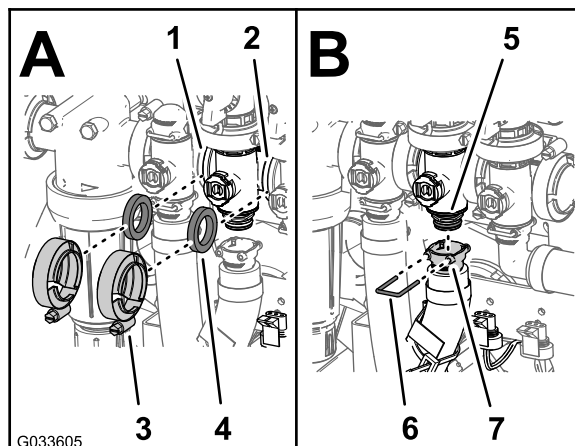

Figura 128
una brida de fijación y apriete a mano (Figura 128).
3. Alinee una junta entre las bridas del distribuidor de la válvula de control de caudal y el distribuidor de la válvula de agitación (Figura 128 A).
4. Monte la válvula de control de caudal, la junta y el distribuidor de la válvula de agitación con una brida de fijación y apriete a mano (Figura 128 A).
5. Alinee una junta entre las bridas del distribuidor de la válvula de agitación y la válvula maestra (Figura 128 A).
6. Monte el distribuidor de la válvula de agitación, la junta y la válvula maestra con una brida de fijación y apriete a mano (Figura 128 A).
7. Monte el conector de salida en el acoplamiento inferior del distribuidor de la válvula de agitación (Figura 128 B).
8. Sujete el conector de salida al acoplamiento insertando una horquilla de retención en el alojamiento del conector de salida (Figura 128 B).